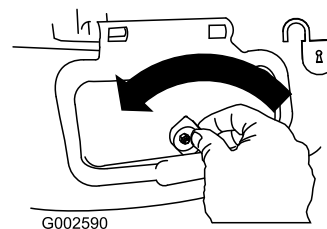

Figura 24
1. Desbloquee la puerta de descarga lateral (Figura 24).